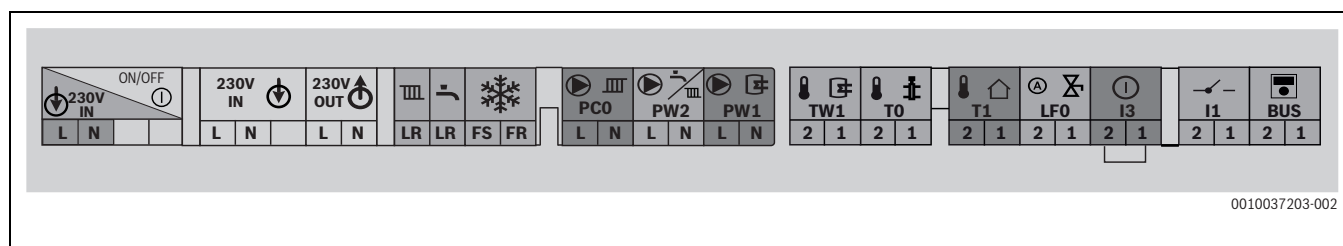

Fig. 36 Klemrække til eksternt tilbehør
- Tilslut kablet på klemrækken for eksternt tilbehør (→ fig. 36).